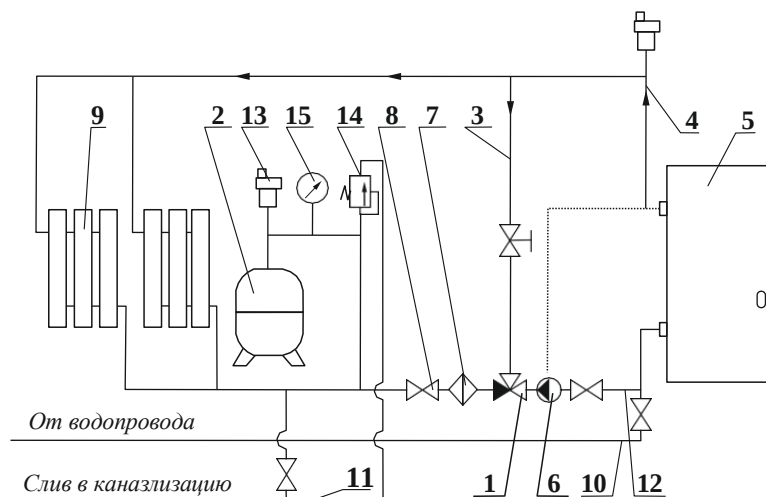

Рисунок 4. Рекомендуемая гидравлическая закрытая схема системы отопления с байпасной линией рециркуляции, автоматическим трехходовым клапаном:
3.4.5. Для снижения конденсатообразования на стенках котла, уменьшения коррозионных процессов в системе отопления организуют байпасную линию с автоматическим трёхходовым клапаном для малого круга циркуляции (**рисунок 4**), обеспечивающим быстрый нагрев теплоносителя выше температуры, исключающей конденсатообразование (выше 50°C). Входы 1 и 3 трёхходового крана всегда открыты, позволяя циркулировать теплоносителю по малому кругу и обеспечивая высокую температуру теплоносителя на входе в котел.